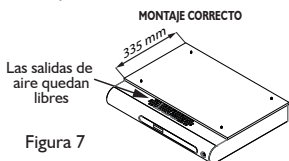

Figura 7
- Espacio que permita la libre circulación de aire y humos. (Ver figura 7 y 8)